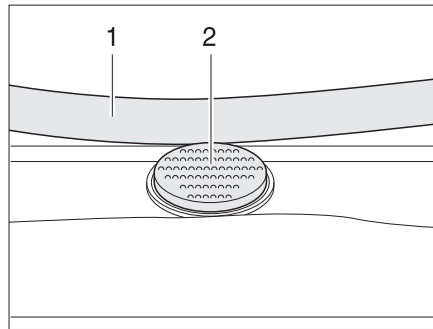

Fig. 69 Bouton de sûreté sur le lanterneau Heki
- Appuyer sur le bouton de sûreté (Fig. 69,2) et tirer l'étrier (Fig. 69,1) vers le bas avec les deux mains.
- Pousser l'étrier vers le haut avec les deux mains jusqu'à ce que ce dernier se trouve au-dessus du bouton de sûreté (Fig. 69,2).